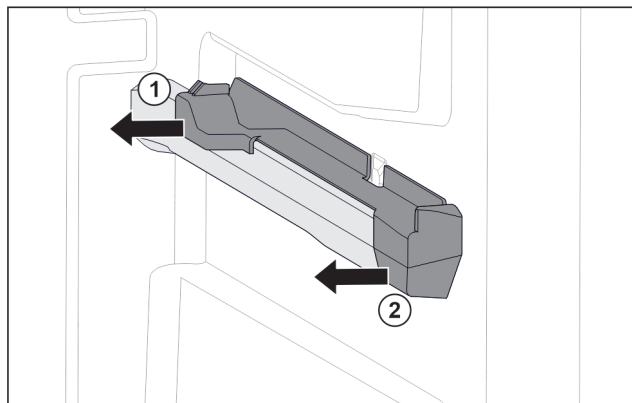

Fig. 114 Natični nastavek na desnemu nastavku za posodo
- Natični nastavek zadaj izvlecite v stran. Fig. 114 (1)
- Natični nastavek spredaj izvlecite v stran. Fig. 114 (2)